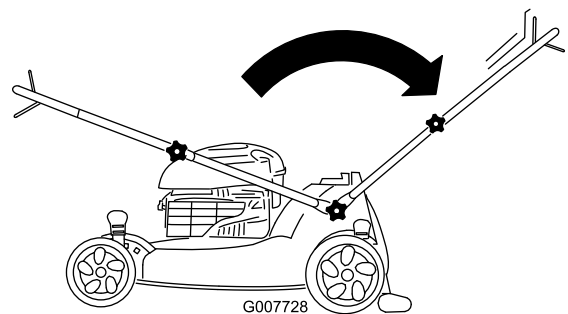

Bild 4
1. Klappen Sie den Griff auf, siehe Bild 3 und Bild 4.